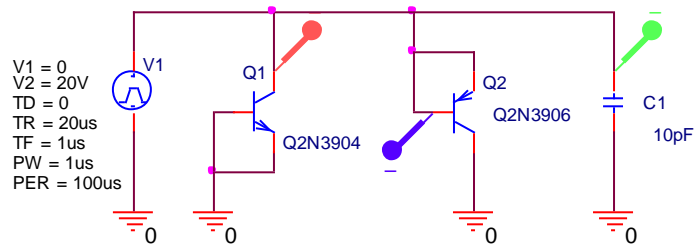

Рис.1.3 Схема моделирования барьерной емкости
2.3. Составить схему рис.1.3 моделирования барьерной емкости. При крутизне фронта импульса генератора **VPULSE V1** равной 1V/us ( $V1=0$ ,  $V2=20\text{V}$ ,  $\text{TD}=0$ ,  $\text{TR}=20\mu\text{s}$ , ...) 1uA тока соответствует емкости 1pF. Задание на моделирование переключить в режим **Time Domain (Sweep)**, при времени моделирования (**Run to time**) 20us с шагом 1ns, получить временные диаграммы токов транзисторов и контрольного конденсатора C1 с емкостью 10pF. Перерисовать полученные временные диаграммы в тетрадь.